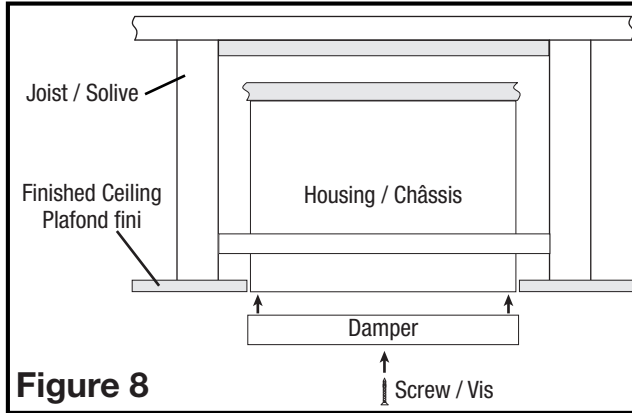

Figure 8
2. **INSTALLING THE CEILING DAMPER:** The AKFD1R ceiling damper is designed to install only in Air King Model AKFH1 housings. Install the ceiling damper & ceiling damper frame into the opening of the fan housing. The ceiling damper frame is designed to fit on the outside of the housing and the ceiling damper will sit on the inside of the fan housing (Figure 8).
3. Once positioned in place secure the ceiling damper frame to the fan housing using two of the supplied #6 x 1" screws. Carefully drive the screws through the two oblong slots on the ceiling damper frame into the screw retaining lances on each side of the fan housing. Complete this step slowly as you do not want to damage the lances on the housing (Figure 8).
2. INSTALLATION DE L'AMORTISSEUR DE PLAFOND: L'amortisseur de plafond AKFD1R est conçu pour être installé uniquement dans les boîtiers du modèle Air King AKFH1. Installez l'amortisseur de plafond et le cadre d'amortisseur de plafond dans l'ouverture du boîtier de ventilateur. Le cadre d'amortisseur de plafond est conçu pour s'adapter à l'extérieur du boîtier et l'amortisseur de plafond sera placé à l'intérieur du boîtier de ventilateur (Figure 8).
3. Une fois en place, fixez le cadre de l'amortisseur de plafond au boîtier du ventilateur à l'aide de deux des vis n° 6 x 1 po fournies. Enfoncez avec précaution les vis dans les deux fentes oblongues du cadre de l'amortisseur du plafond, dans les lances de fixation de chaque côté du boîtier du ventilateur. Complétez cette étape lentement car vous ne voulez pas endommager les lances sur le boîtier (Figure 8).